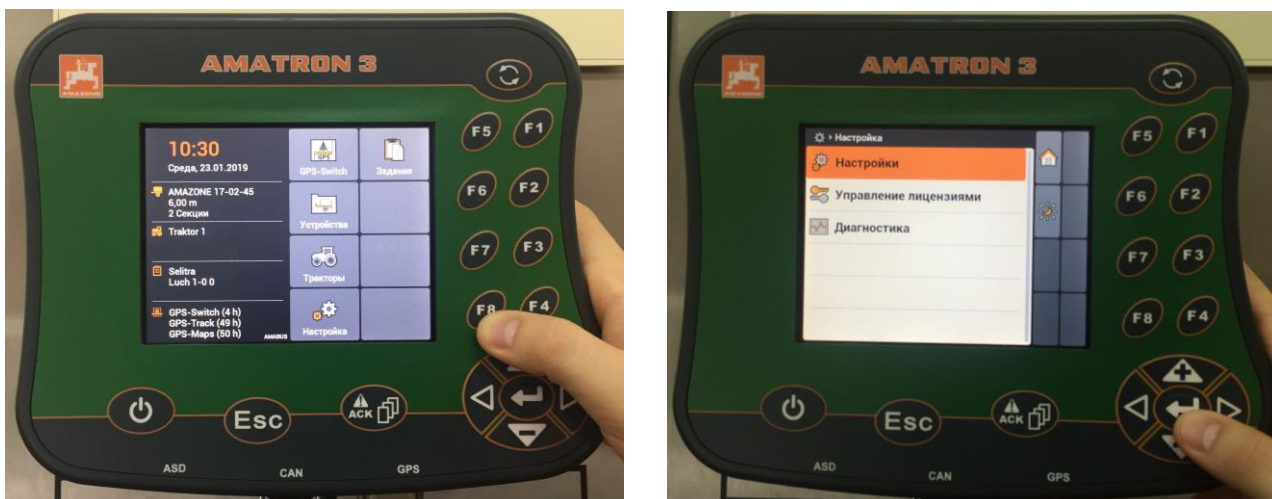

Рисунок 9.10 – Выбор вкладки **Настройка**
6. Клавишей **F8** выберите вкладку **Настройка** (рисунок 9.10).